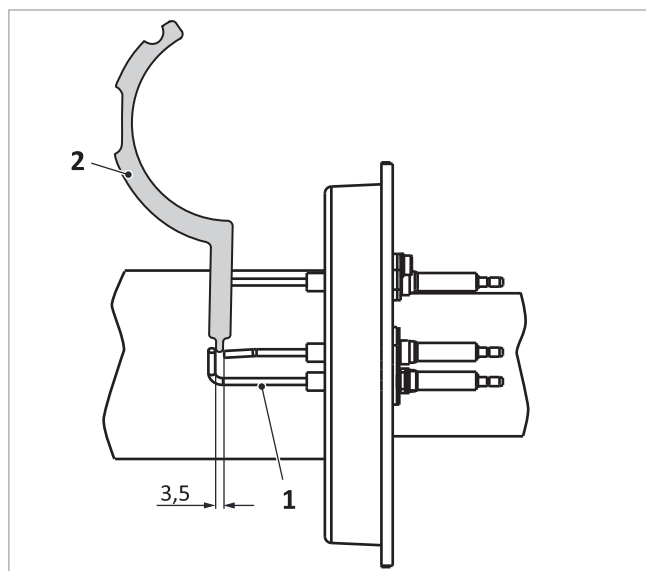

Fig. 111 : écart entre l'électrode et la masse sur l'électrode d'allumage
- Contrôler les écarts entre les électrodes d'ionisation au moyen d'un outil de réglage des électrodes → Fig. 111 (2) (corrigez-les en pliant prudemment les électrodes le cas échéant).
- Entre les électrodes → Fig. 111 (1) : 3,5 mm